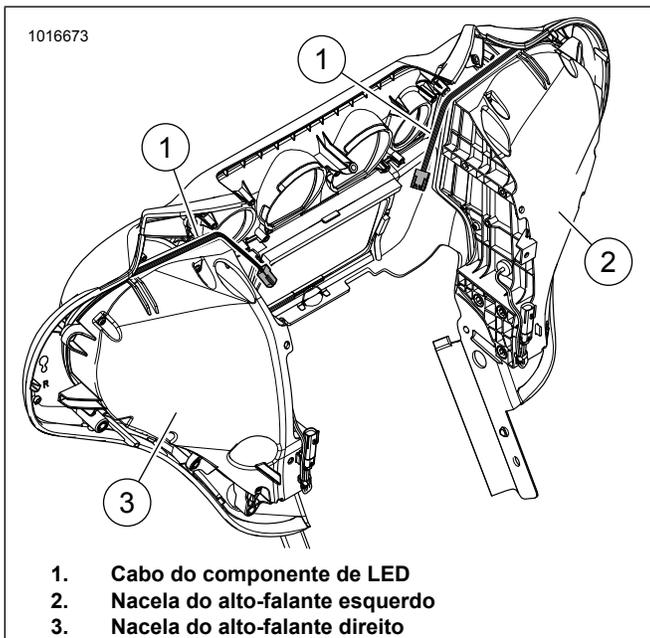

Figura 7. Mostrado na carenagem do modelo FLH, a orientação do cabo no modelo FLTR é parecida
7. Veja a figura 7. Oriente o cabo do componente de LED (1) conforme mostrado.